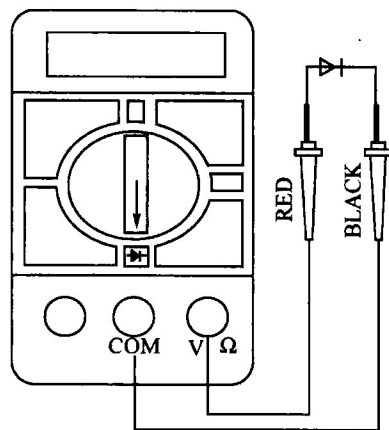

图2-2-7 二极管的测量
1) 如图2-2-7所示将黑表笔（BLACK）插入COM插孔，红表笔（RED）插入V12插孔。（注意红表笔为内电路“+”极）。